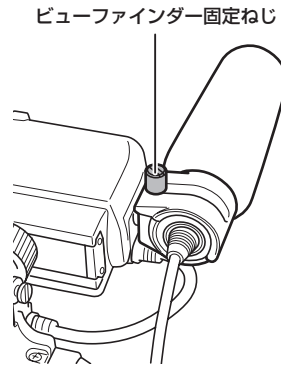

図 2
- 2 マイクを取りつけ、ビューファインダー固定ねじを締める。(図 2)